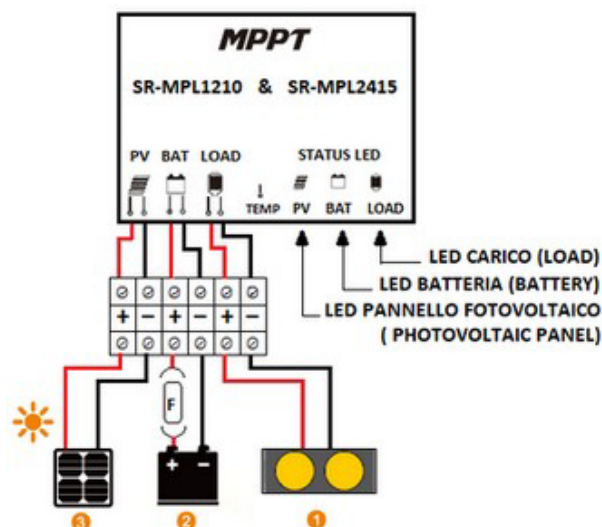

FIG.1
3. Verificare la presenza del fusibile F della batteria di fig.1